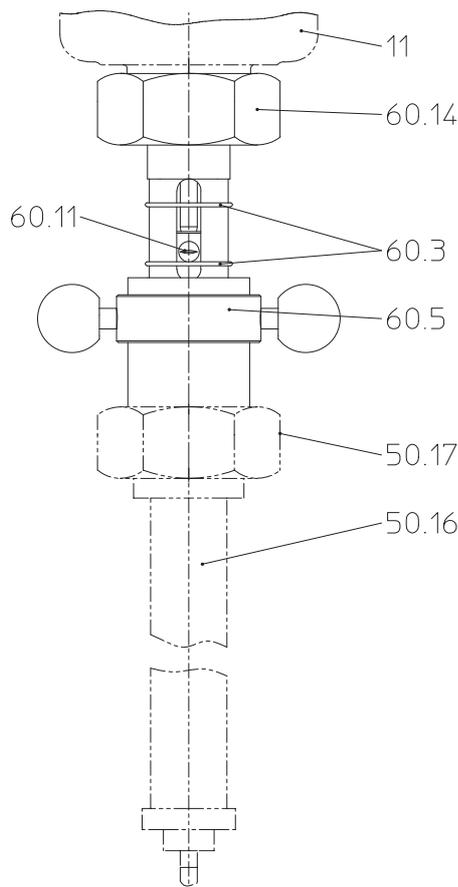

Fig. 5
- Le montage du dispositif de réglage manuel se fait entre la vanne (pos. 11) et l'actionneur (pos. 50.16) du thermo-régulateur (Fig. 5).
- Fixer l'écrou-raccord (pos. 60.14) à la vanne (pos. 11) au couple de 100 Nm env. et l'actionneur (pos. 50.16) au dispositif de réglage manuel au couple de 50 Nm env.